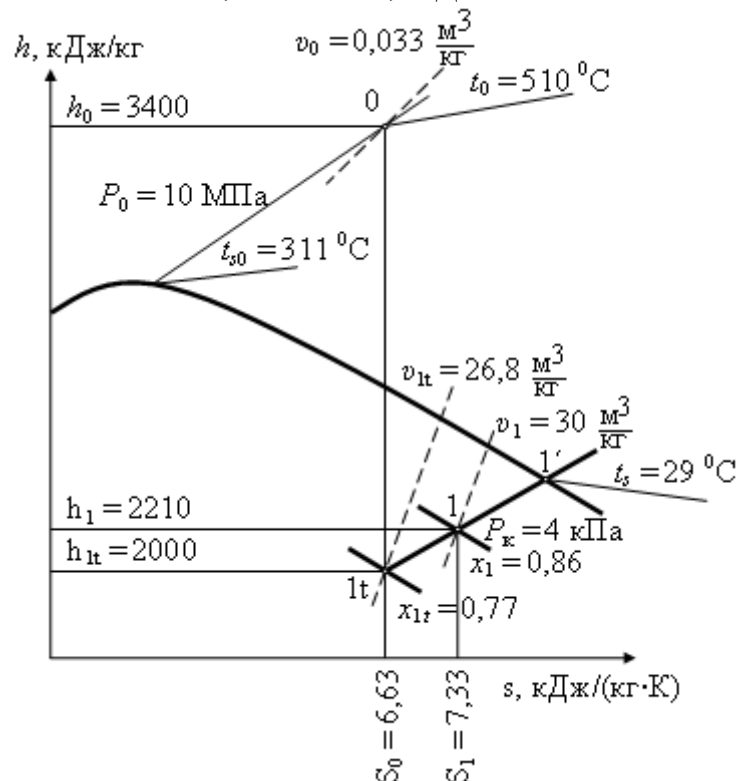

Рис. 4.1. Определение параметров состояния пара по  $h, s$ -диаграмме
1. По известным  $p_0$  и  $t_0$  по  $h, s$ -диаграмме или по таблицам термодинамических свойств воды и водяного пара находятся параметры состояния пара в начальной точке 0 (рис. 4.1):  $h_0 = 3400$  кДж/кг,  $v_0 = 0,033$  м3/кг,  $s_0 = 6,63$  кДж/(кг·К),  $t_{s0} = 311$  °С. (Таблицы термодинамических свойств воды и водяного пара и  $h, s$ -диаграмму в электронном виде выдает преподаватель).